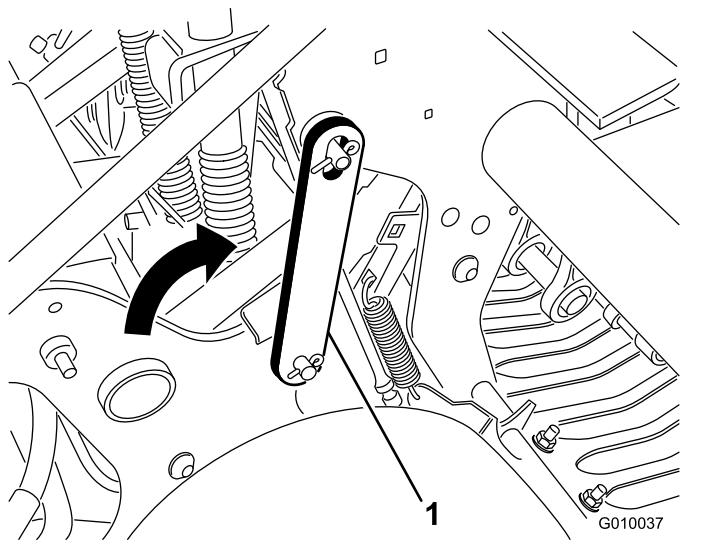

Figura 21
4. Gire el cerrojo de mantenimiento hacia atrás y sitúelo sobre el perno del cabezal de perforación (Figura 21). Fije el cerrojo con el anillo de retención.